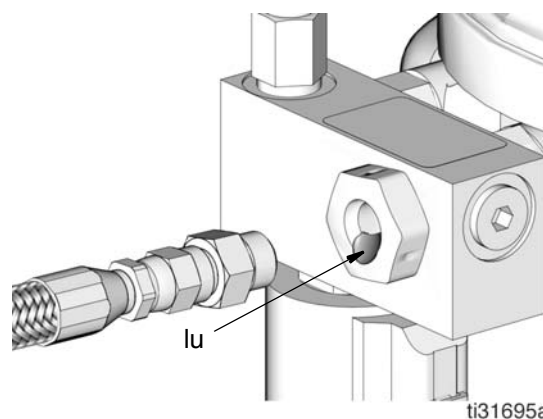

FIG. 25
2. Haga funcionar la bomba únicamente hasta que no suministre más aire con lubricante (lu) saliendo por el accesorio de la salida (FIG. 25).